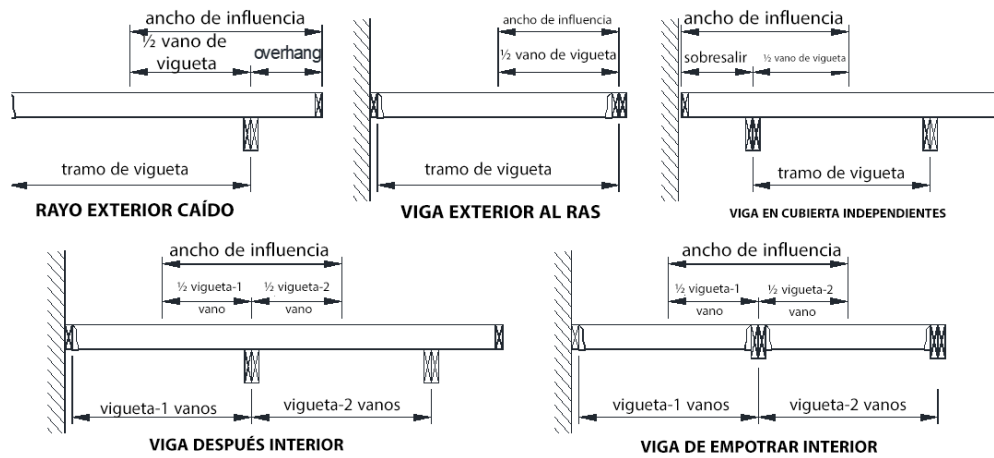

FIGURA 14: ANCHO DE INFLUENCIA DEL HAZ
- El tamaño del haz se basa en su ancho de influencia y la longitud del tramo más largo por TABLA 3. El ancho de influencia de la viga, como se muestra en FIGURA 14, se basa en las longitudes de luz y las dimensiones de los voladizos de las viguetas soportadas.